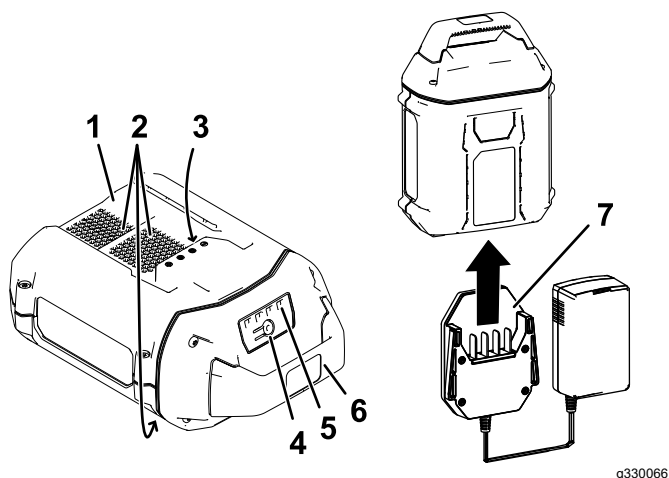

Figura 9
2. Alinee el cargador con el hueco de la parte trasera de la batería (Figura 9).
3. Introduzca el cargador en la batería hasta que esté completamente asentada (Figura 9).